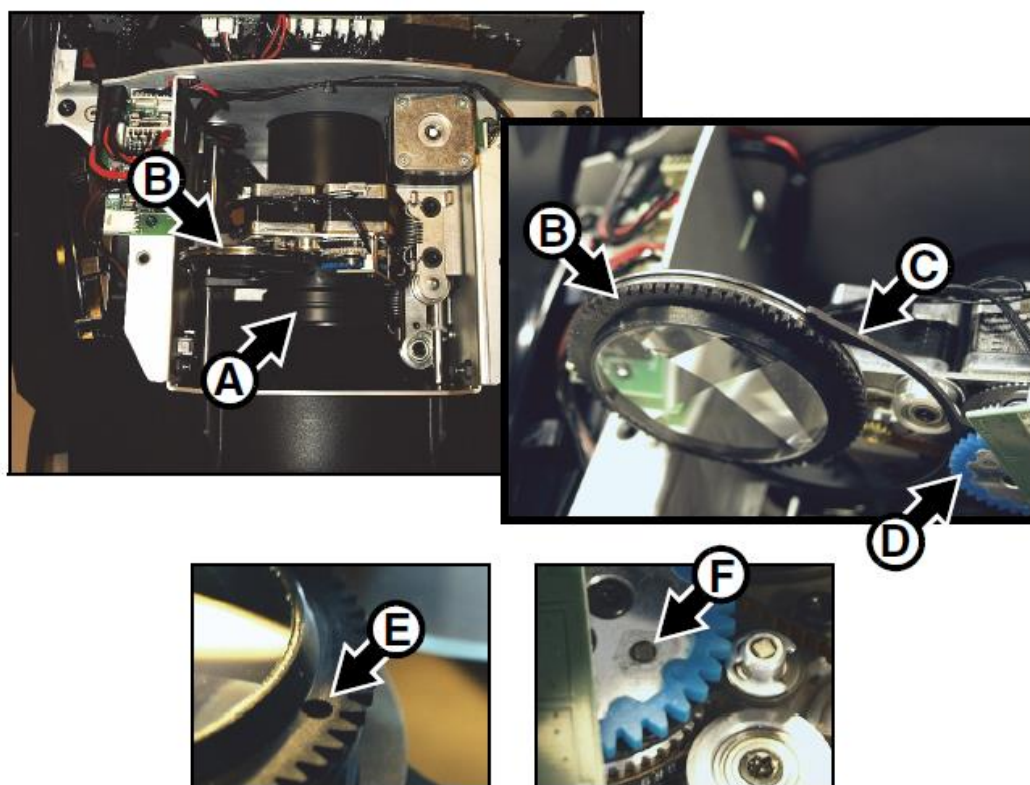

Рисунок 18: Снятие и установки призмы
3. См. рисунок 18. Сдвинуть носитель зума/фокуса **A** до предела вперед.